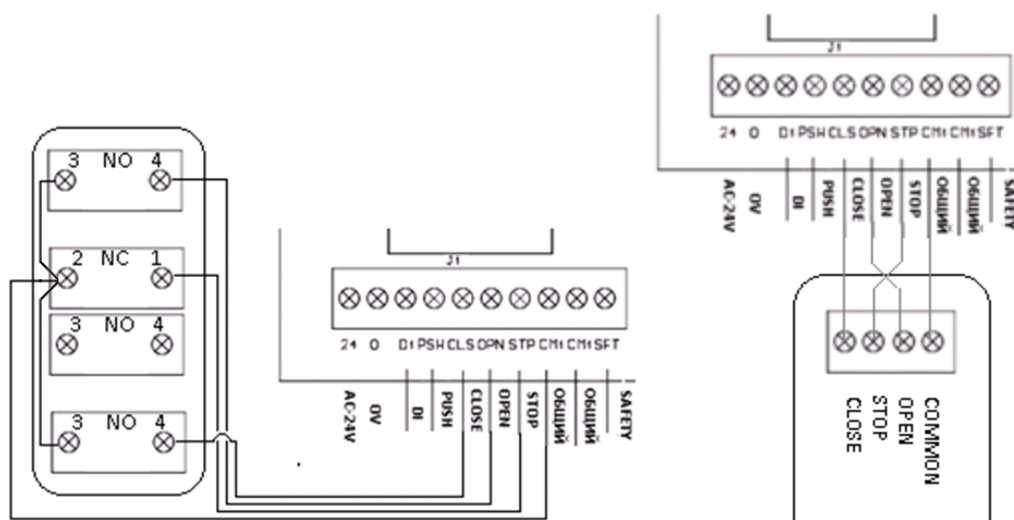

Рис.8 Подключение поста управления
Для подключения поста управления необходимо (Рис.8):
- На poste управления в зависимости от его вида к соответствующим разъемам рис.8.